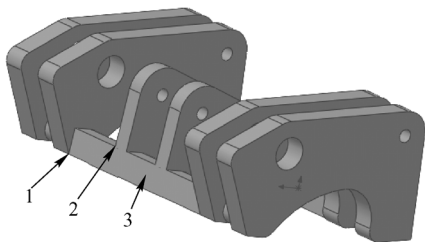
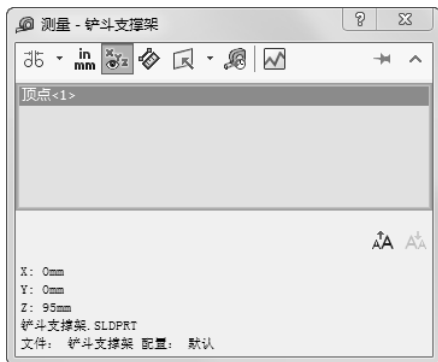
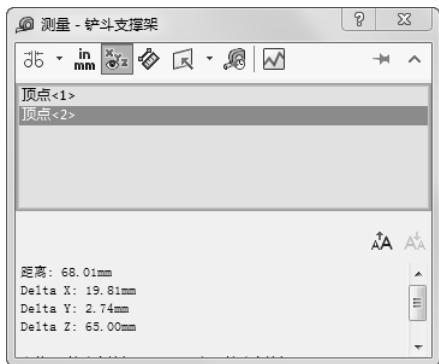
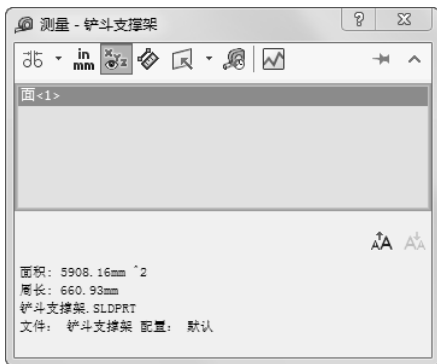

图 8-12 打开的文件实体
图 8-13 测量点坐标的“测量-XX”对话框
图 8-14 测量距离的“测量-XX”对话框
图 8-15 测量面积与周长的“测量-XX”对话框
2) 测量点坐标。测量点坐标主要用来测量草图中的点、模型中的顶点坐标。单击图 8-12 所示的点 1，在“测量-XX”对话框中便会显示该点的坐标值，如图 8-13 所示。
3) 测量距离。测量距离主要用来测量两点、两条边和两面之间的距离。单击图 8-12 所示的点 1 和点 2, 在“测量”对话框中便会显示所选两点的绝对距离以及 x 、 y 和 z 坐标的差值, 如图 8-14 所示。
4) 测量面积与周长。测量面积与周长主要用来测量实体某一表面的面积与周长。单击图 8-12 所示的面 3, 在“测量”对话框中便会显示该面的面积与周长, 如图 8-15 所示。